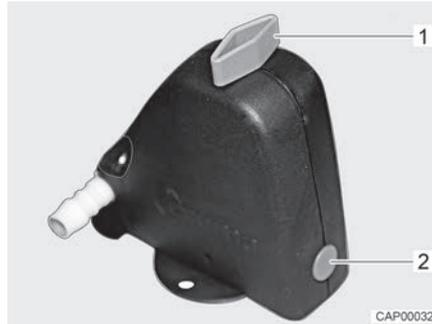
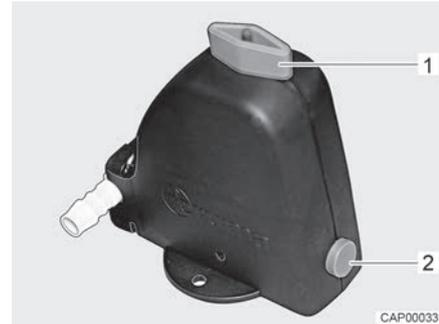

Fig. 114 Válvula de seguridad/purga cerrada
Fig. 115 Válvula de seguridad/purga abierta
- Abrir la válvula de seguridad/purga (Fig. 114). Para ello, girar el botón giratorio (Fig. 114,1) a la posición longitudinal en referencia a la válvula de seguridad/purga. El botón (Fig. 114,2) salta hacia fuera. La válvula de seguridad/purga abierta se muestra en Fig. 115.